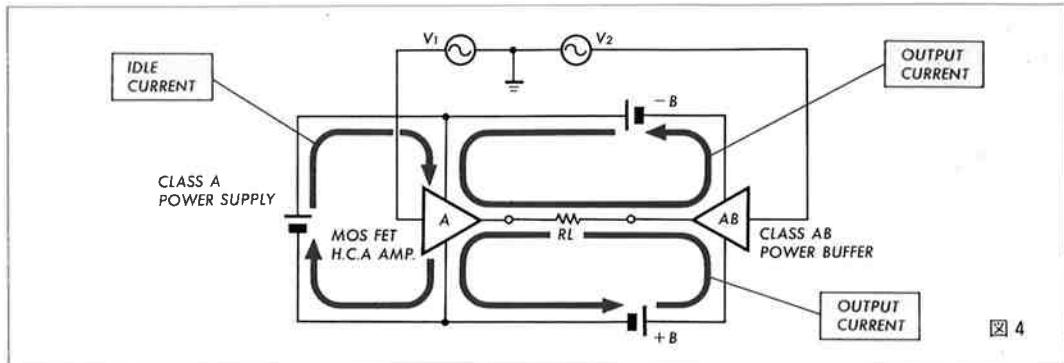

図 4
- アンプが動作中の電流ループは、図4に示すように、出力電流(※RLを流れる)は+B、-Bより各々供給され、かつAクラス電源は出力電流と独立しているため、大出力時でも電圧変動を起こすことがありません。